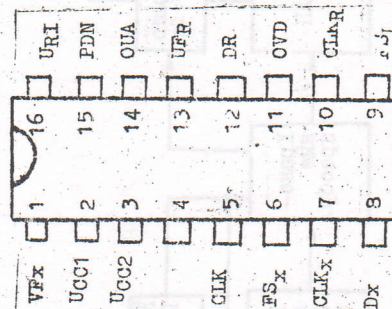

Рис. 1
1. На рис. 1 показано неинвертирующее включение входного ОУ передающего фильтра. Возможен вариант инвертирующего включения входного ОУ.